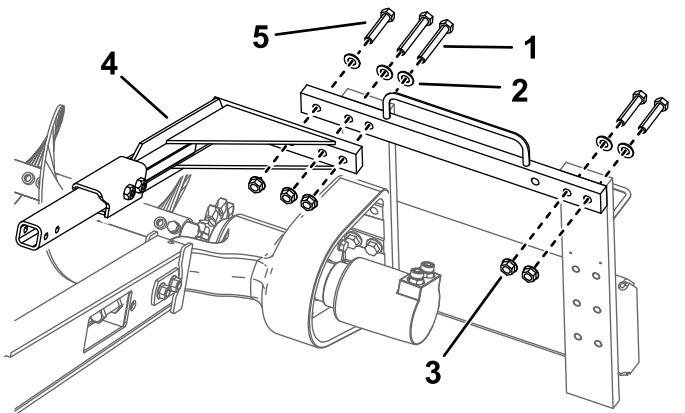

図 9
8. 上フレームの右側を固定しているボルト 5/8 x 3" 2本、ワッシャ 2 枚、ナット 2 個を外して、これらを、対応する左側の穴に移す 図 9。
9. トレンチャのチェーンに安全バーを取り付ける先ほど外したボルト 3本、ワッシャ、フランジナットを使用する 図 9。